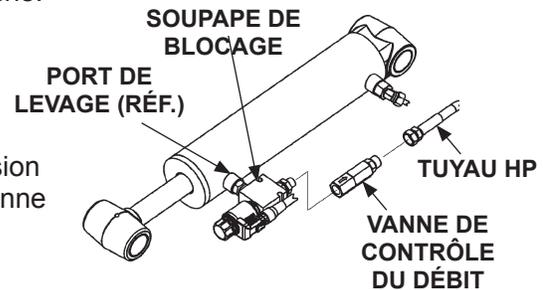

FIG. 38-3
6. Retirez, vérifiez, nettoyez et réinstallez la vanne de contrôle du débit sur le vérin entre le tuyau haute pression et la soupape de blocage (FIG. 38-3). Remplacez la vanne de contrôle du débit si nécessaire.